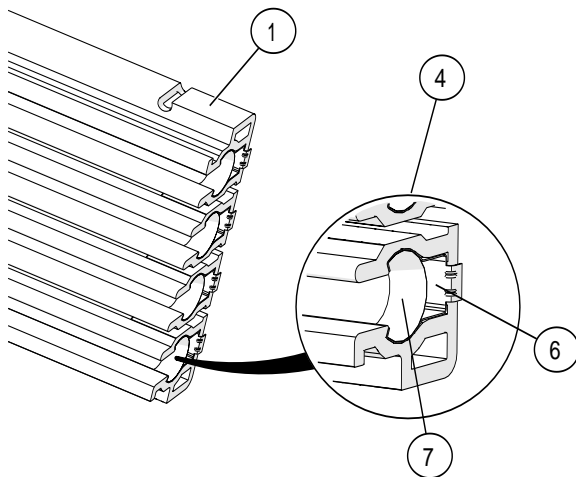

Abb. 14: Detailansicht Buchsenseite
- Verbinderklammer im Aufnahmebereich für den Verbinderstift (Buchsenseite) vorhanden und in der richtigen Position ist (siehe Abb. 14, Pos. 6).